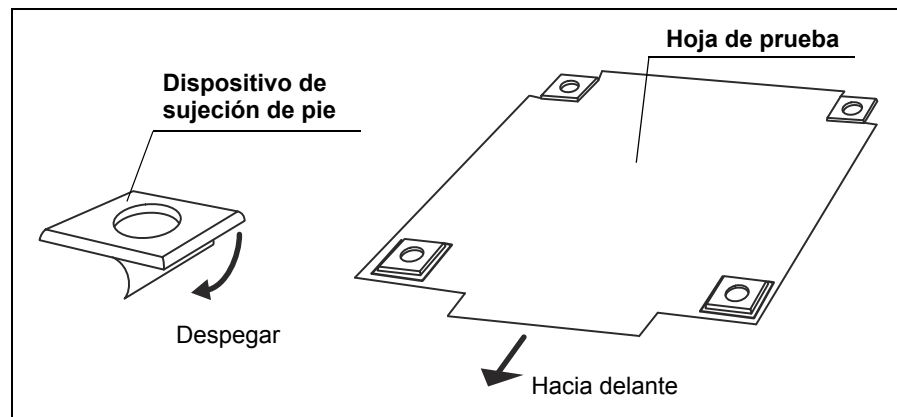

Figura 7.4
1. Coloque la hoja de prueba que se entrega con los soportes de pie en el lugar de instalación. Retire el papel de la parte inferior de los soportes de pie y pegue suavemente los soportes de pie en la hoja (véase la figura 7.4).